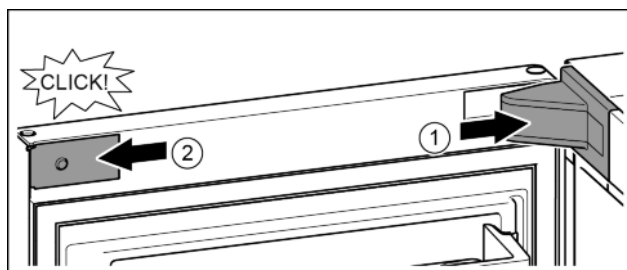

Fig. 17
- ▶ Встановіть та зафіксуйте кришку опорного кронштейна, у разі необхідності — обережно розтисніть. Fig. 17 (1)
- ▶ Встановіть збоку і зафіксуйте накладку. Fig. 17 (2)